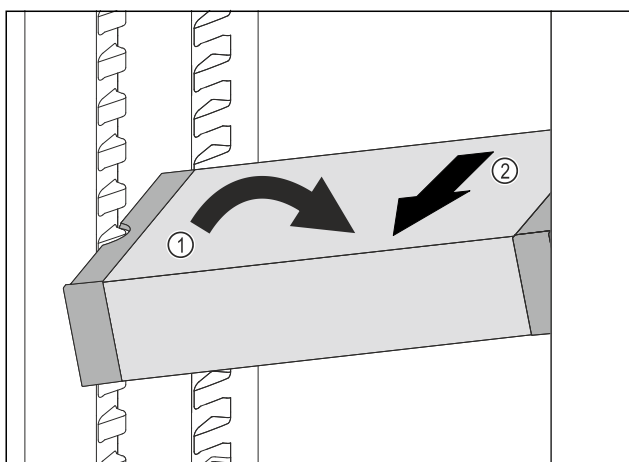

Fig. 62
- ▶ VarioSafe ustawić w chłodziarce pod skosem. Fig. 62 (1)
- ▶ VarioSafe wyjąć do przodu. Fig. 62 (2)